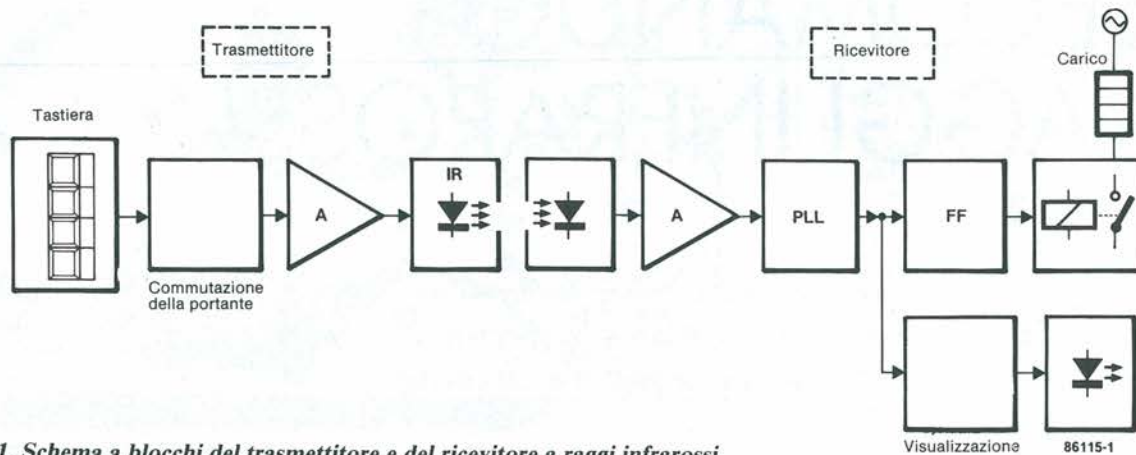

Figura 1. Schema a blocchi del trasmettitore e del ricevitore a raggi infrarossi.
**Q**uesto sistema di telecomando è basato su un trasmettitore a raggi infrarossi a quattro canali e sul relativo ricevitore. Lo schema a blocchi del sistema è illustrato in Figura 1.